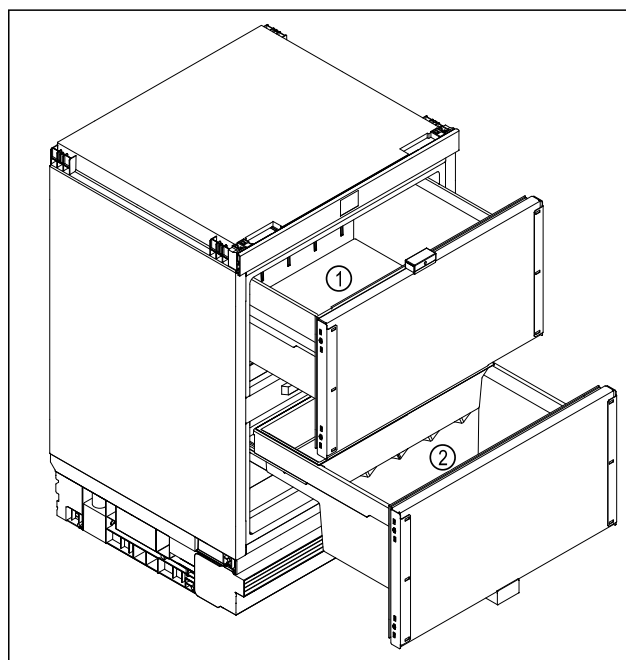

Fig. 7 Beispielhafte Darstellung
- ▶ Oberer Auszugswagen Fig. 7 (1): Leicht verderbliche Lebensmittel wie fertige Speisen, Fisch, Fleisch- und Wurstwaren, verpacktes Obst und Gemüse lagern.
- ▶ Unterer Auszugswagen Fig. 7 (2): Kälteempfindliche Lebensmittel wie Kartoffeln, Zwiebeln oder Südfrüchte lagern. Lebensmittel oder Getränke lagern, die beim Verzehr nicht zu kalt sein sollen.